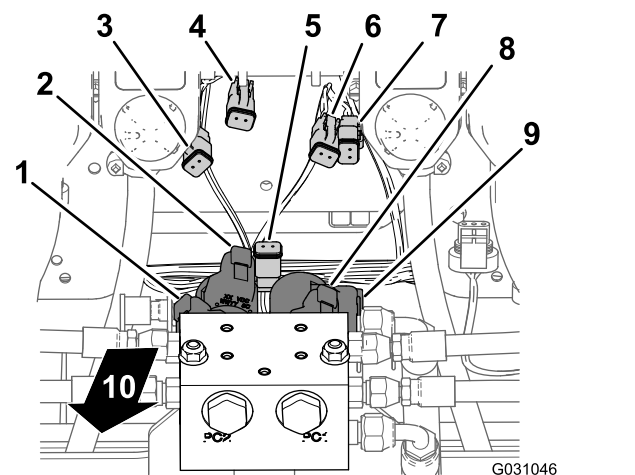
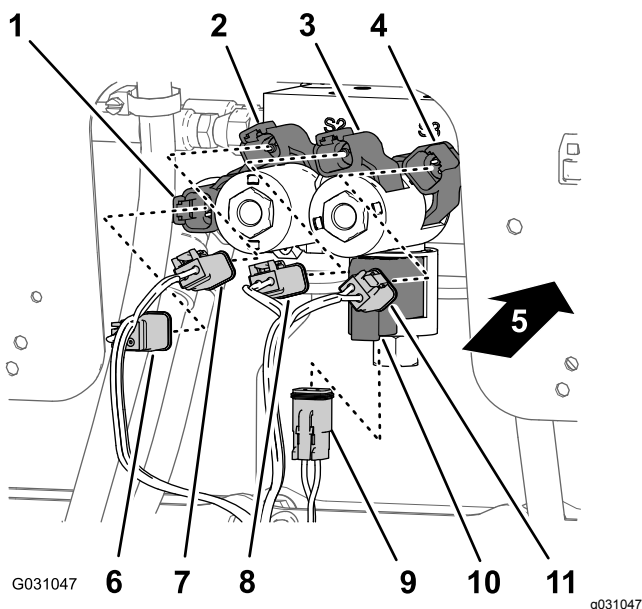

Bild 111
Bild 112
2-Stift-Stecker für „Enable solenoid“ (Bild 111 und Bild 112).
- Schließen Sie an der rechten Stromspule unten den 2-Buchsen-Stecker des hinteren Kabelbaums, der mit **Right Down** beschriftet ist, in den 2-Stift-Stecker für die rechte Stromspule unten (Bild 111 und Bild 112).
- Schließen Sie an der rechten Stromspule oben den 2-Buchsen-Stecker des hinteren Kabelbaums, der mit **Right Up** beschriftet ist, in den 2-Stift-Stecker für die rechte Stromspule oben (Bild 111 und Bild 112).
- Schließen Sie an der linken Stromspule unten den 2-Buchsen-Stecker des hinteren Kabelbaums, der mit **Left Down** beschriftet ist, in den 2-Stift-Stecker für die linke Stromspule unten (Bild 111 und Bild 112).